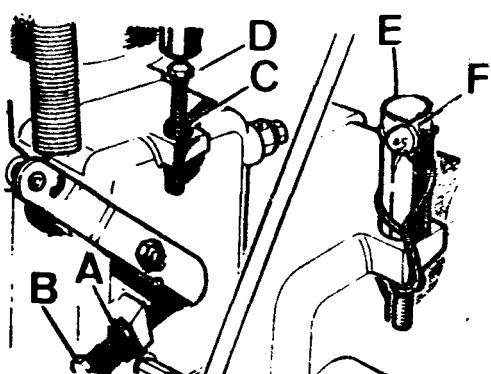

Fig. A1-50 Tornillos de regulación de revoluciones
- B) Después de aflojar la tuerca, A (Fig. A1-50) se hará girar el tornillo, B, lo que sea necesario, hacia la derecha para aumentar la velocidad o hacia la izquierda para disminuirla.
- C) Una vez conseguida una velocidad comprendida entre 650 y 690 r.p.m., se apretará la contratuerca, A (Fig. A1-50).
- B) Después se aflojará la contratuerca, C (Fig. A1-50) y se girará el tornillo de ajuste, D, hacia la izquierda para aumentar las revoluciones o hacia la derecha para disminuir. A la vez se irán haciendo sucesivas comprobaciones de revoluciones con el tacómetro, hasta conseguir las 4.200 r.p.m.
- C) Una vez conseguidas las 4.200 r.p.m. apretar la contratuerca, C (Fig. A1-50) y montar el capuchón, E, y el precinto, F.